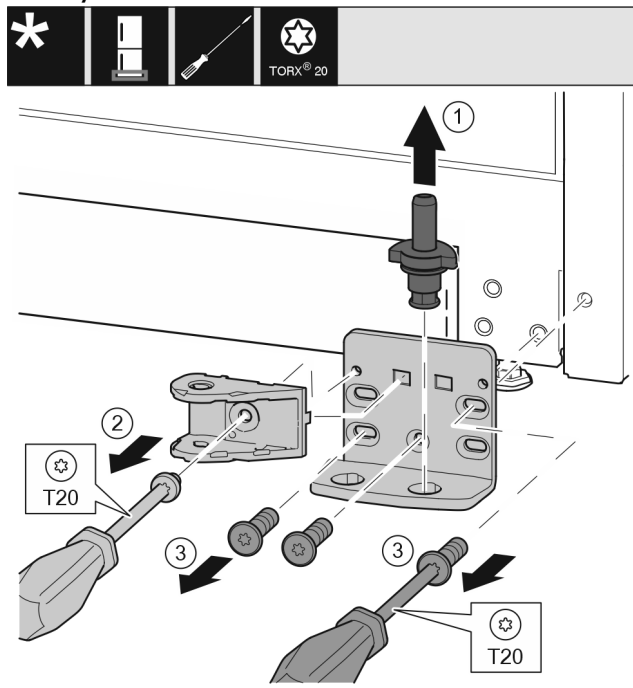

Fig. 34 *
- ▶ Ložiskový čap vyťahnite úplne nahor. Fig. 34 (1)*
- ▶ Skrutky vyskrutkujte skrutkovačom T20 a odnímite spoj tlmíča uzatvárania. Fig. 34 (2)
- ▶ Skrutky vyskrutkujte skrutkovačom T20 a odnímite ložiskovú konzolu. Fig. 34 (3)*